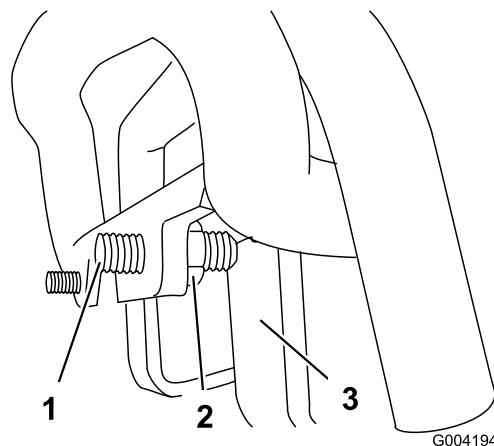

Figura 50
3. Si la unidad de tracción se desvía a la **izquierda**, afloje la contratuerca de la **derecha** y ajuste el tornillo de fijación de desplazamiento en la parte delantera del control de tracción (Figura 50).
4. Si la unidad de tracción se desvía a la **derecha**, afloje la contratuerca de la **izquierda** y ajuste el tornillo de fijación de desplazamiento en la parte delantera del control de tracción (Figura 50).